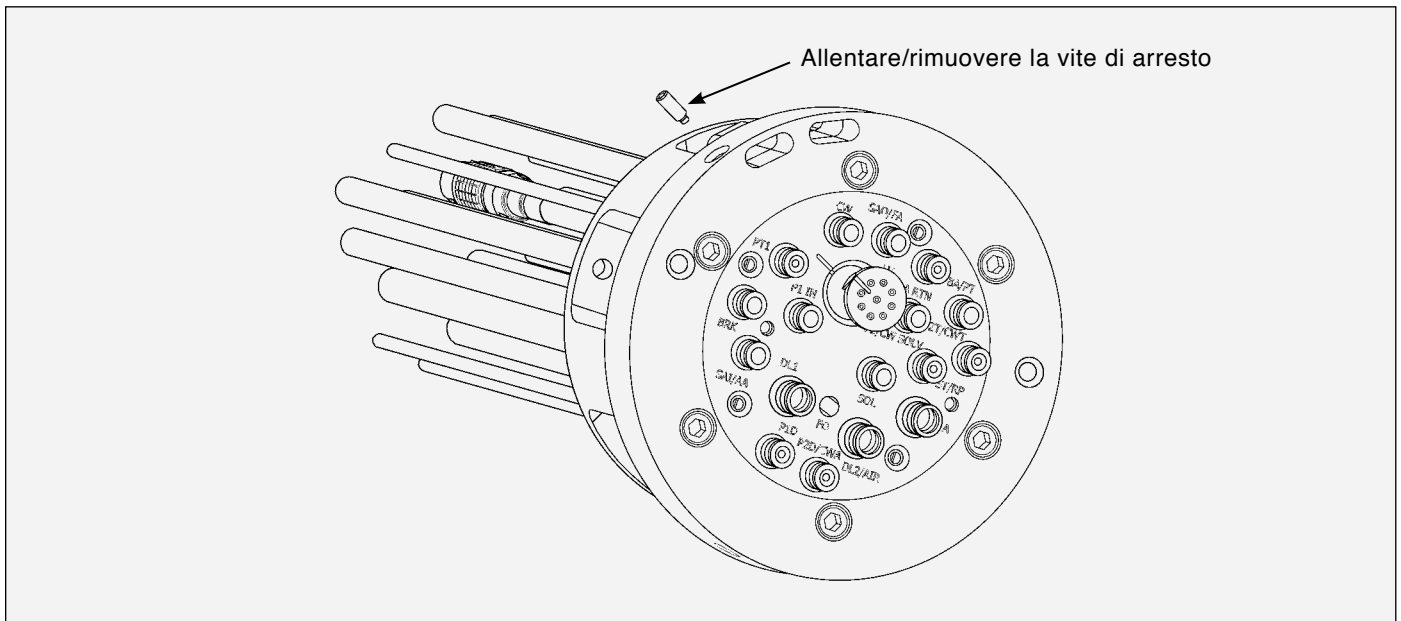

Figura 18: Rimozione cavo a bassa tensione
## Rimozione cavo a bassa tensione (Fare riferimento alla Figura 18)
3. Usando una chiave a testa esagonale da 3/16" (4,8mm), rimuovere la vite di arresto [2] (vedere Figura 18).